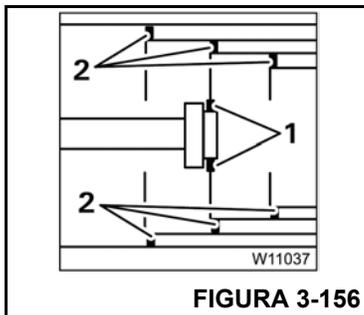

FIGURA 3-156
O mostrador (4) exibe as mesmas posições conforme detalhado em Figura 3-156:
- (1) Pinos de travamento do cilindro telescópico
- (2) Pinos de travamento nas seções telescópicas